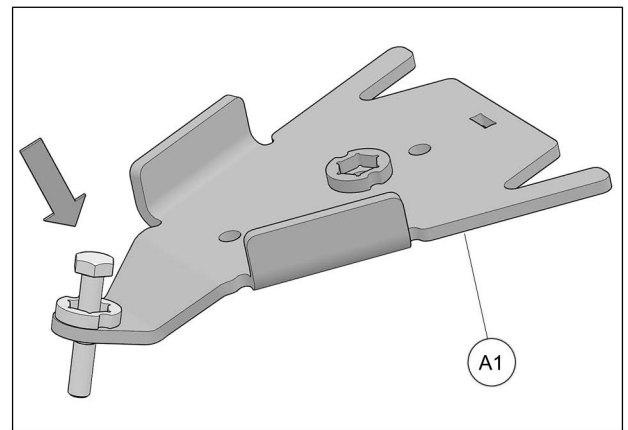

Fig. 24
- Insérer un boulon à l'extrémité de chacun des ancrages de suspension avant (A1). Voir la Fig. 24